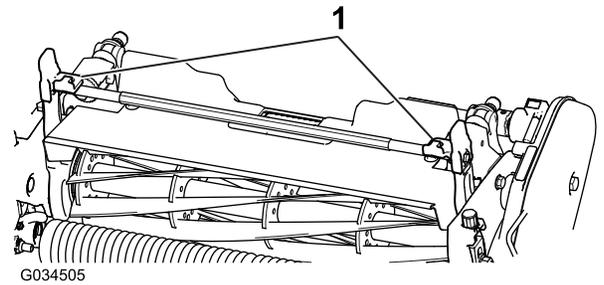
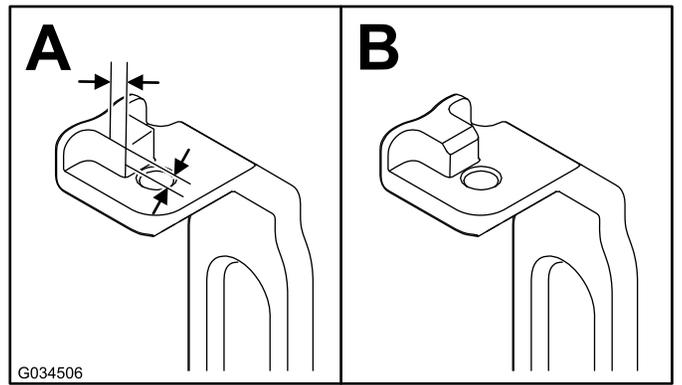

图 4
图 5
2. 找到两个旋转臂 图 4 如图 5 所示在凸耳上测量出 2.3mm 对棱角进行打磨。